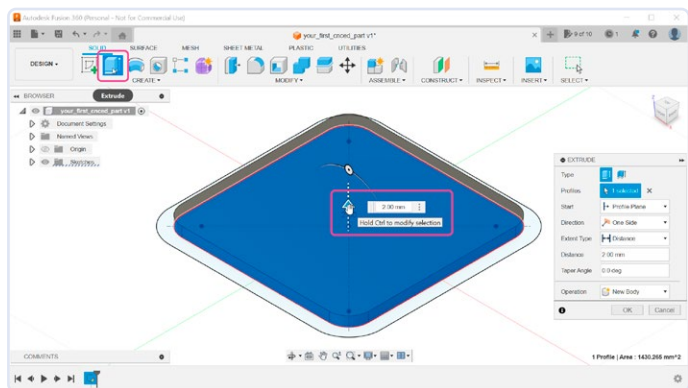

Figure 7. Départ de l'extrusion !
- Nous avons suffisamment de formes pour commencer à les extruder. Fermez l'éditeur de sketch en cliquant sur le bouton **Finish Sketch**, puis sélectionnez l'outil **Extrude** dans la barre d'outils (figure 7). Cliquez à l'intérieur du rectangle arrondi du sketch et entrez une distance de 2 mm.